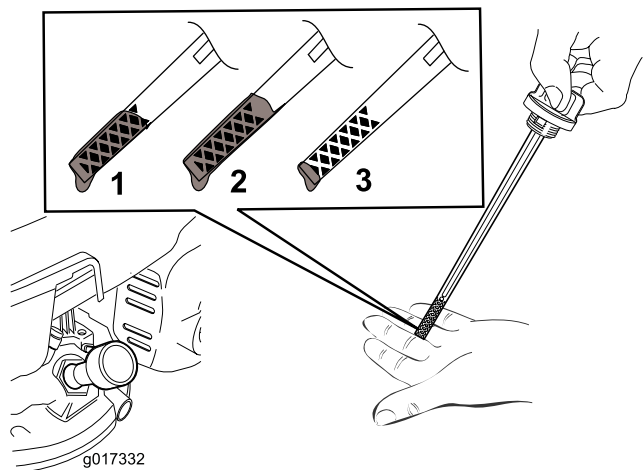

図 12
5. オイルの量の確認方法は 図 12を参照。
注 ディップスティックで量を確認しながら 図 12 に示される適正量までオイルを入れる。オイルを入れすぎてしまった場合には、エンジンオイルの交換 \(ページ 15\)の項に従って余分なオイルを抜き取ってください。